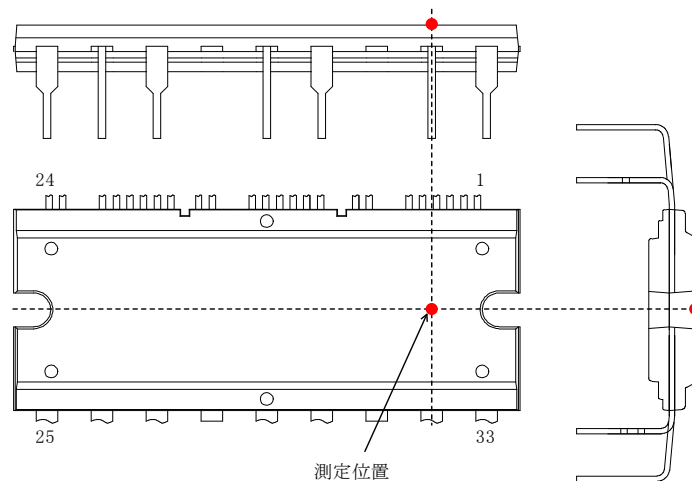

図 3-1 ケース温度測定位置
- (1) ケース温度は図 3-1 で規定
- (2) 内部出力素子のジャンクションとケース間の定常熱抵抗（過渡熱特性は 15.4 項を参照）
- (3) 内部フリーホイールダイオードのジャンクションとケース間の定常熱抵抗